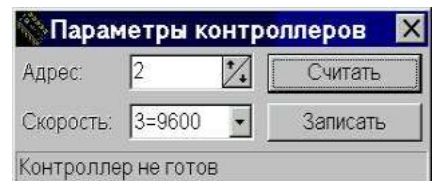

Рис. 57
- в появившемся окне (Рис. 57) нажать кнопку **Считать**. При этом в поля **Адрес** и **Скорость** будут выведены параметры, записанные в подключенном контроллере, а в нижнее поле – сообщение «Контроллер готов». При неисправном контроллере в нижнее поле будет выведено сообщение «Контроллер не готов».